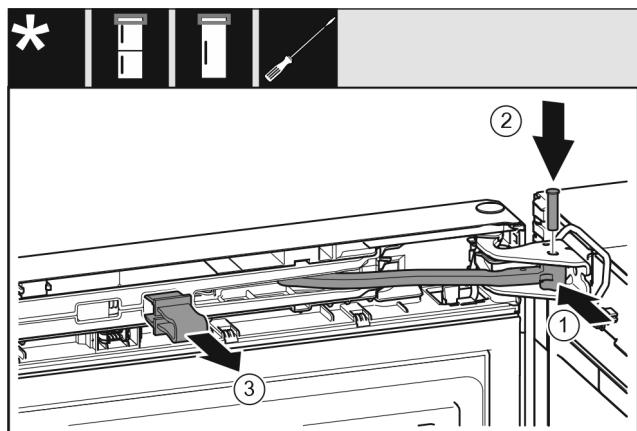

Fig. 50
- Περιστρέψτε την άρθρωση στο στήριγμα. Fig. 50 (1)
- Τοποθετήστε τον πείρο στο στήριγμα και στην άρθρωση. Βεβαιωθείτε ότι το έκκεντρο ασφάλισης εφαρμόζει σωστά στην εγκοπή. Fig. 50 (2)
- Αφαιρέστε την ασφάλεια. Fig. 50 (3)